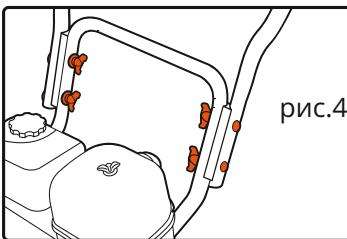
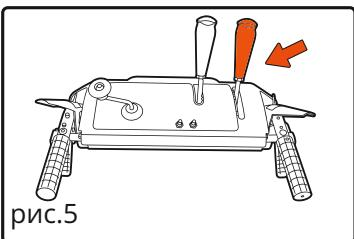

рис.4
рис.5
5) Соедините тросик регулировки дальности выброса **Б** (рис.5), как показано на (рис.4). Ослабьте две гайки **A** на конце тросика регулировки выброса, как показано на (рис.5). Расположите как показано на (рис.4).
- Совместите верхнюю часть рукоятки панели оператора с нижней частью и закрепите этими болтами с каждой стороны (рис. 4)
- Установите рычаг выбора передач на вторую заднюю скорость (рис. 5)